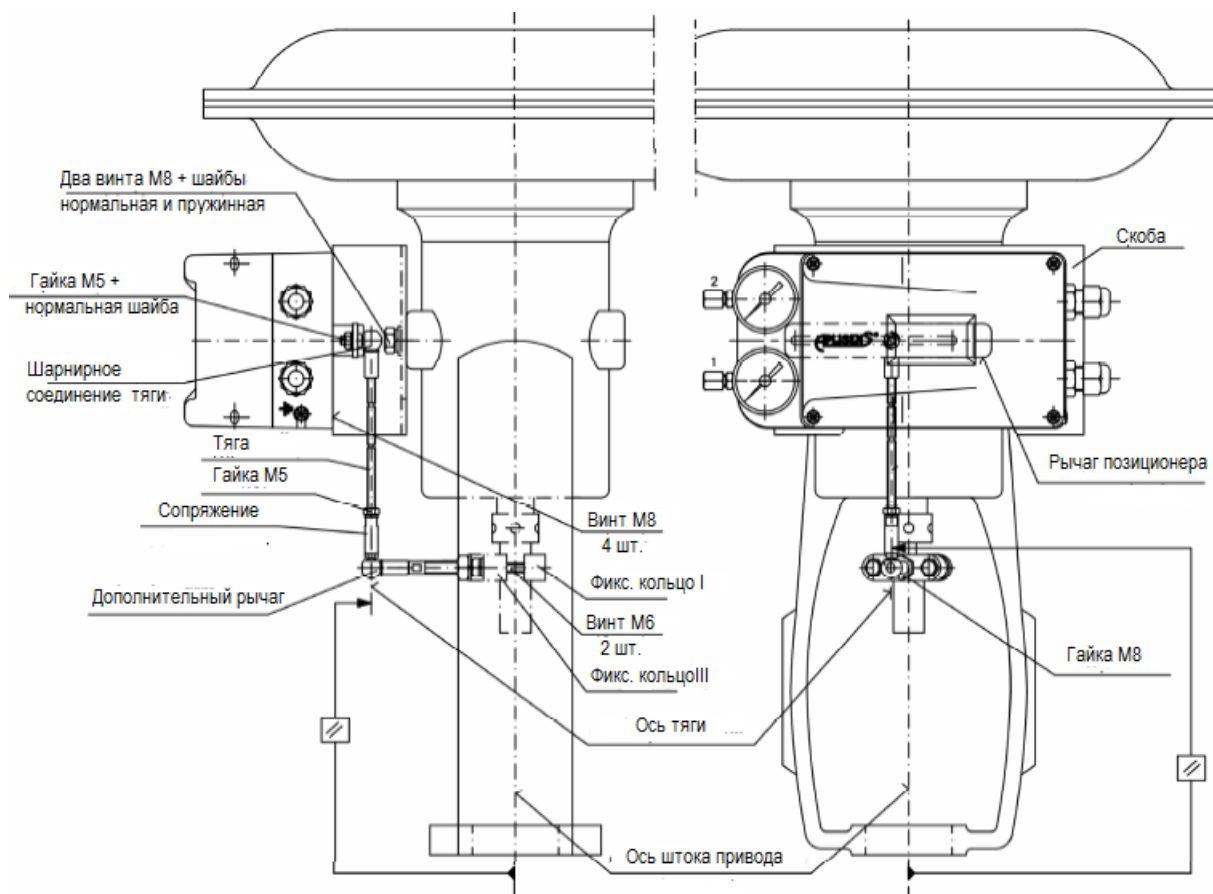

Рис. 5. Позиционер APIS-100-... с монтажным комплектом APIS-A001 (установлен на приводе типа 37 или 38 POLNA S.A.)
- b) Закрепите шаровой шарнир на рычаге позиционера в месте, соответствующем ходу штока привода и затяните гайку M5 (см. рис. 5 и 6).
- i) Вверните рычаг тяги в фиксирующее кольцо III, затем отрегулируйте его длину и отрегулируйте положение позиционера по отношению к приводу, перемещая его по прорезям в монтажной скобе относительно крепежных винтов, таким образом, чтобы тяга была параллельна штоку привода. Если дополнительный рычаг тяги окажется слишком длинным, его необходимо укоротить (см. рис. 5 и 6).